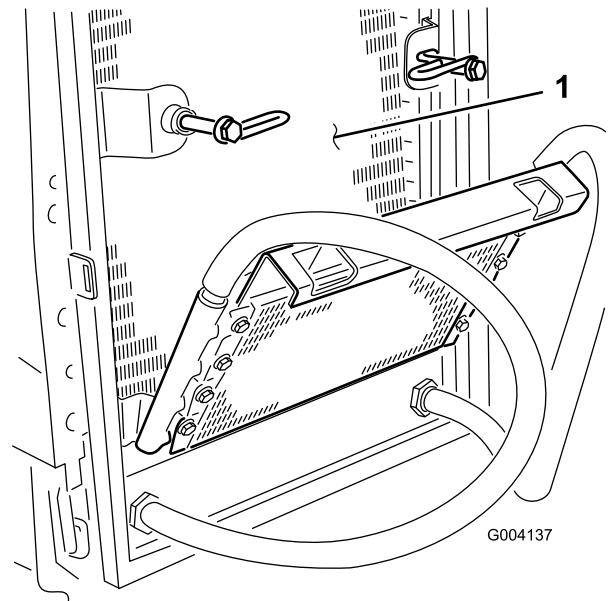

図 61
6. オイルクーラとラジエーターの裏表を 図 61 圧縮空気で丁寧に清掃する。